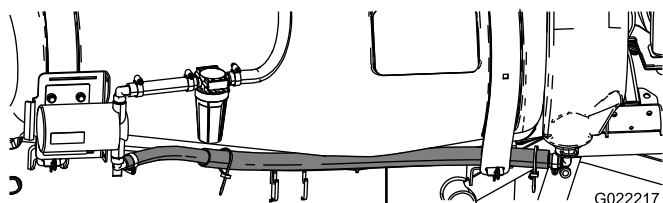

Figura 12
1. Encaminhe o tubo do depósito de lavagem entre a correia frontal do depósito e a parte lateral do depósito (Figura 12).
3. Ligue a outra extremidade à união roscada inferior do tubo ao filtro da bomba de lavagem com uma abraçadeira de tubos (Figura 12).